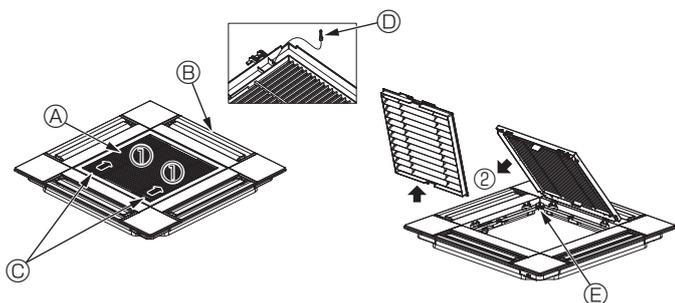
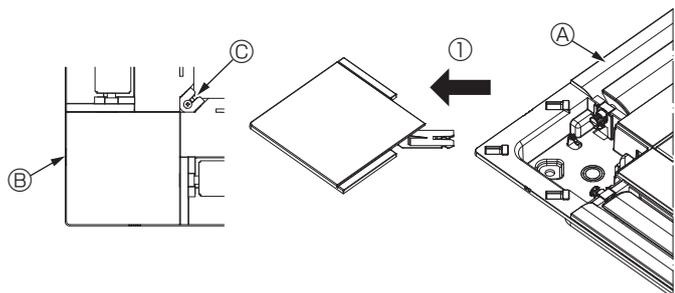

Fig. 5-3
Fig. 5-4
5.2.1. Снятие решетки впуска воздуха (Fig. 5-3)
- Переместите рычаги на решетке на впуск воздуха по направлению, обозначенному стрелкой ①. Решетка откроется.
- В открытом положении решетки впуска воздуха снимите петлю, как показано стрелкой ②.
5.2.2. Снятие угловой панели (Fig. 5-4)
- Открутите винт в углу угловой панели. Сдвиньте угловую панель, как показано стрелкой ①, чтобы снять ее.